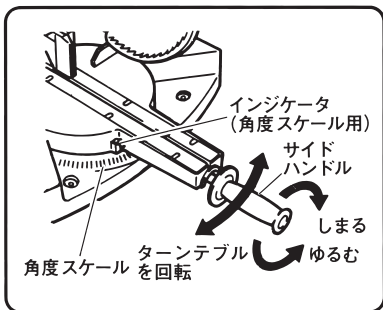

図 28
(1) ターンテーブルを回転させると左45°、右57°までの角度切断ができます。サイドハンドルをゆるめ、ターンテーブルをまわし、インジケータ(角度スケール)を角度スケールの度数目盛に合わせます。(図28)